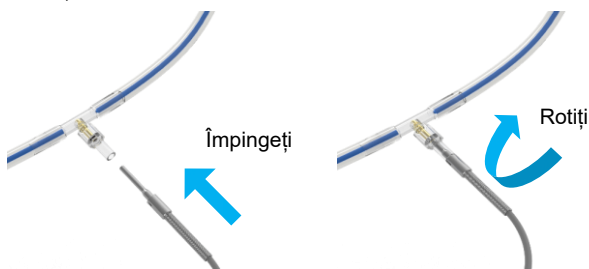

Figura 16 Conectarea senzorului de temperatură la setul de perfuzie
- Conectați senzorul albastru PV T2 la linia de perfuzie PV, Figura 16; acesta este situat la ieșirea rezervorului hepatic.